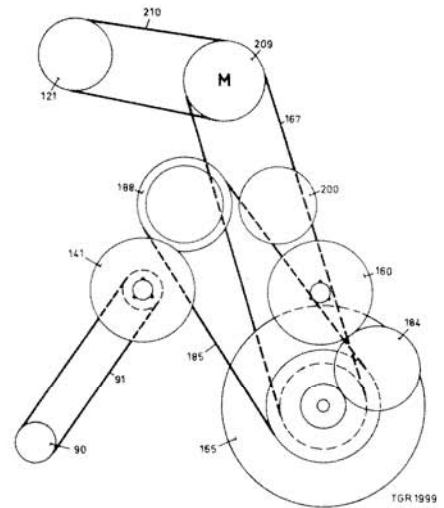

Fig. 7
Het mechanische gedeelte (loopwerk) is voornamelijk samengebracht op klapchassis pos. 515. Het bestaat in hoofdzaak uit motor + poelie pos. 209, vliegwiel pos. 165, rechter en linker spoelschotel pos. 160 en 141, en de drie tussenwielen pos. 184, 188, 200 (zie fig. 7).
### Situatie in rusttoestand (zie fig. 7 en 8)